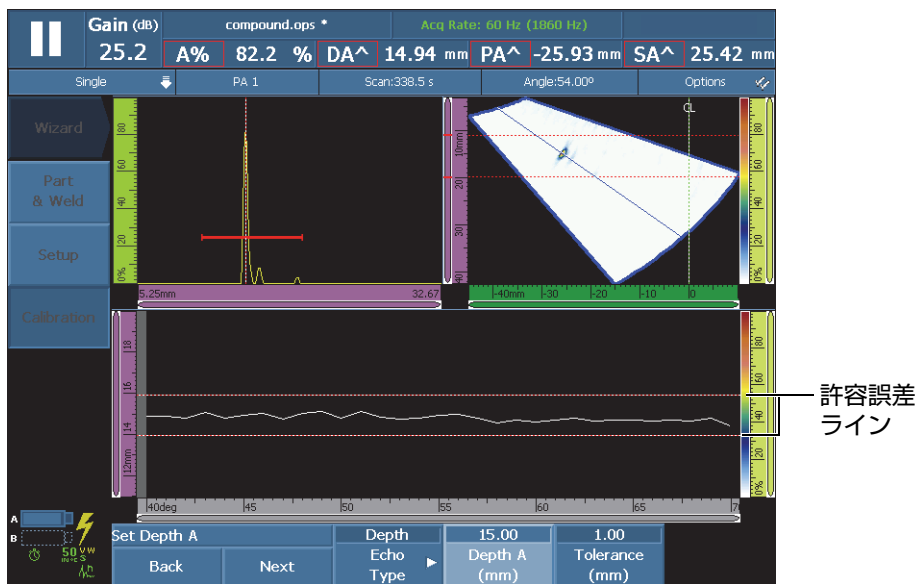

図 5-9 ウェッジ遅延を校正するために包絡線を形成
- a) 探触子を校正用反射源の上で前後に動かしながら、包絡線を形成します (141 ページの図 5-9 参照)。